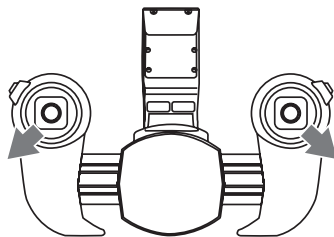

Figure 9
- Démarrez les rotors en déplaçant les deux leviers de commande comme indiqué sur la figure 9. Les rotors démarrent.
- Placez maintenant les deux leviers de commande en position neutre. Si vous voulez de nouveau arrêter les rotors, tirez et maintenez les deux leviers pendant env. deux secondes dans la position que vous avez utilisée pour démarrez les rotors (voir Figure 9).
- Essayez d'atterrir le plus à la verticale possible (« Atterrissage d'hélicoptère »). Évitez les atterrissages à grande vitesse à l'horizontale (« Atterrissage d'avion »). Arrêtez – si ce n'est pas déjà fait – les moteurs après l'atterrissage (voir Figure 9).